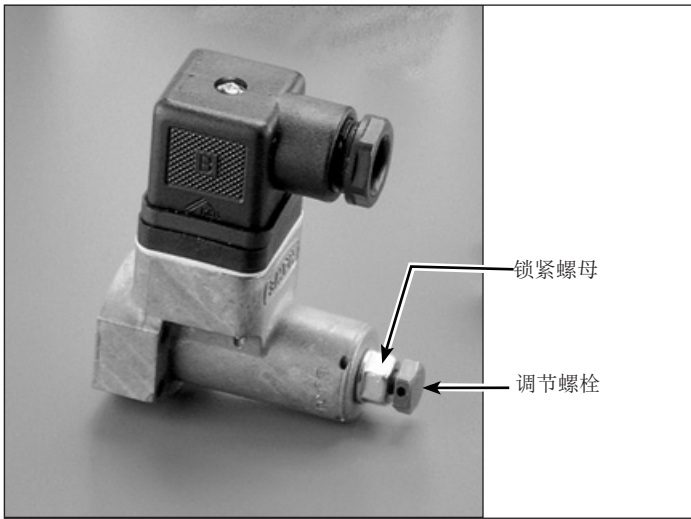

图 10, 压力开关
2. 使用 10 mm 扳手顺时针转动开关调节螺钉来增加压力，或逆时针转动来降低压力（见图 10）。